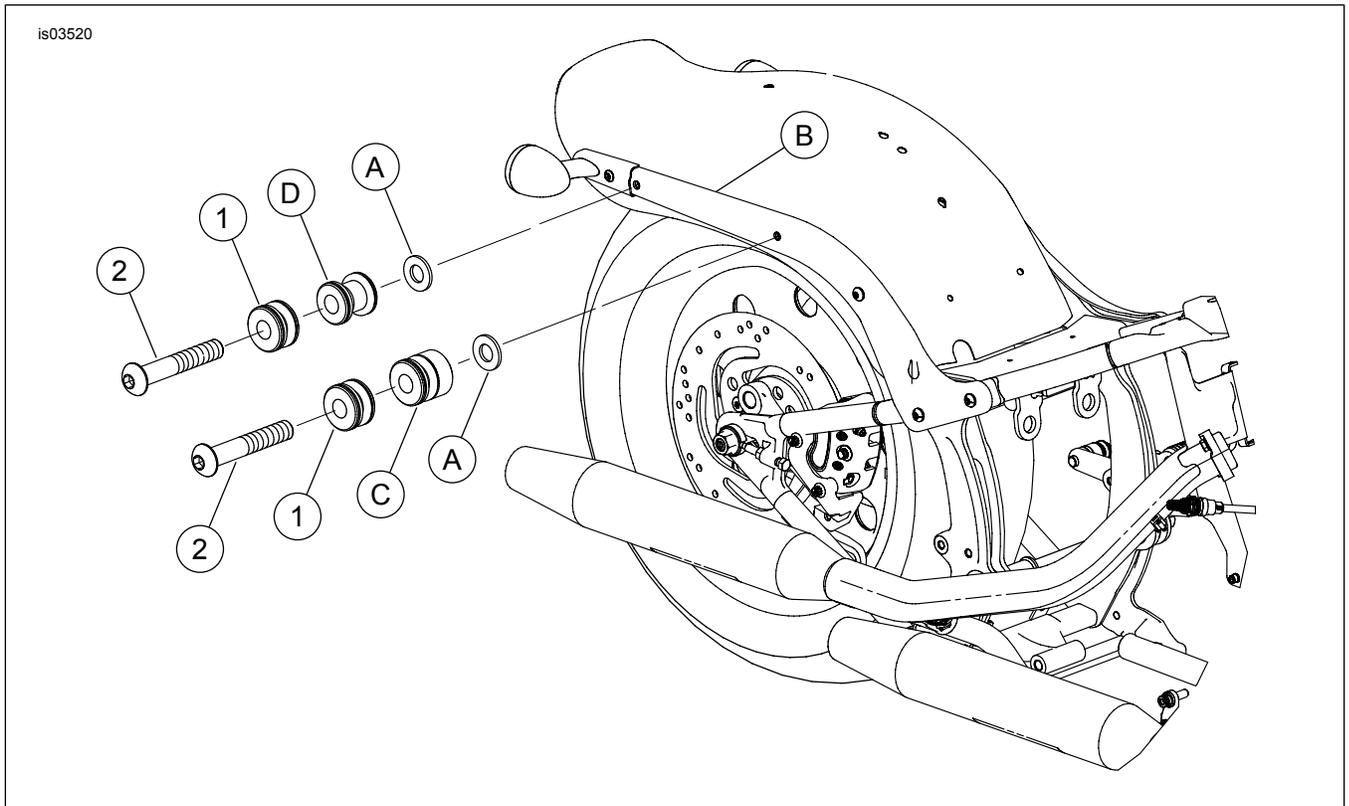

Figure 4. Pièces détachées : kit de visserie d'ancrage de sacoche amovible Softail
Voir Figure 4 et Tableau 1.
3. Voir Figure 4. Placer une bague (A) dans chacun des trous de support de garde-boue (B). Le côté biseauté des bagues (Figure 3, élément 1) est orienté vers l'extérieur du garde-boue.